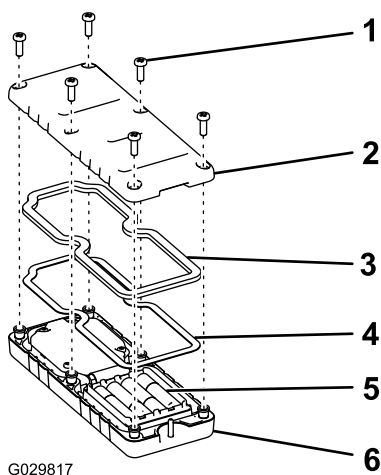

Figura 16
2. Inserte cada pila nueva en su alojamiento observando la polaridad correcta (Figura 16).
3. Asegúrese de que la junta de acero y la junta de goma están asentadas en la ranura del control remoto, y coloque la tapa trasera (Figura 16).
4. Ajuste la tapa con 6 tornillos (Figura 16) y apriételos a 1,5-1,7 N m.